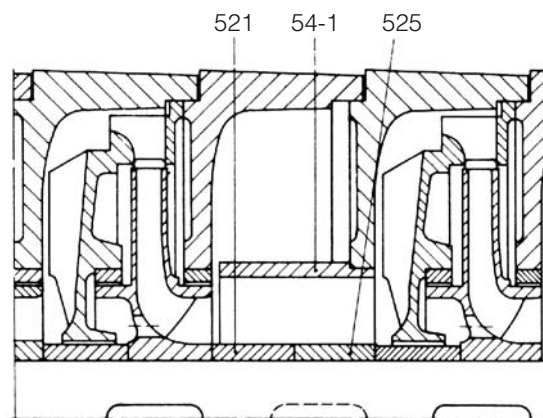

Fig. 22 - Estágio cego
Caso a bomba deva operar em duas fases de instalação com alturas manométricas diferentes ou caso a altura manométrica tenha sido super dimensionada em relação a realmente existente de forma que somente torneando os rotores não se conseguiria atender aos dados hidráulicos desejados podem ser instaladas buchas cegas. Para tanto, retirar rotor e difusor do estágio a ser cegado e instalar luva distanciadora (525) e bucha cega (54.1) (vide fig. 22).